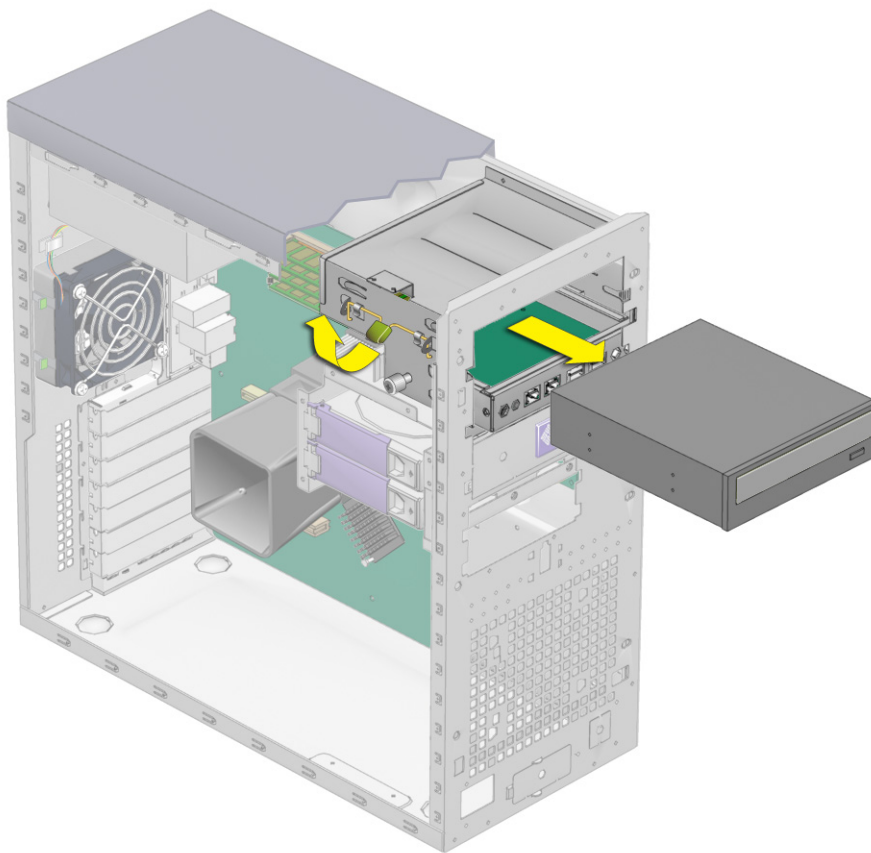

图 4-10 拆卸 DVD 光盘驱动器
6. 向上推驱动器固定杆卡扣，使固定杆从固定扣件中脱出（参见图 4-10）。